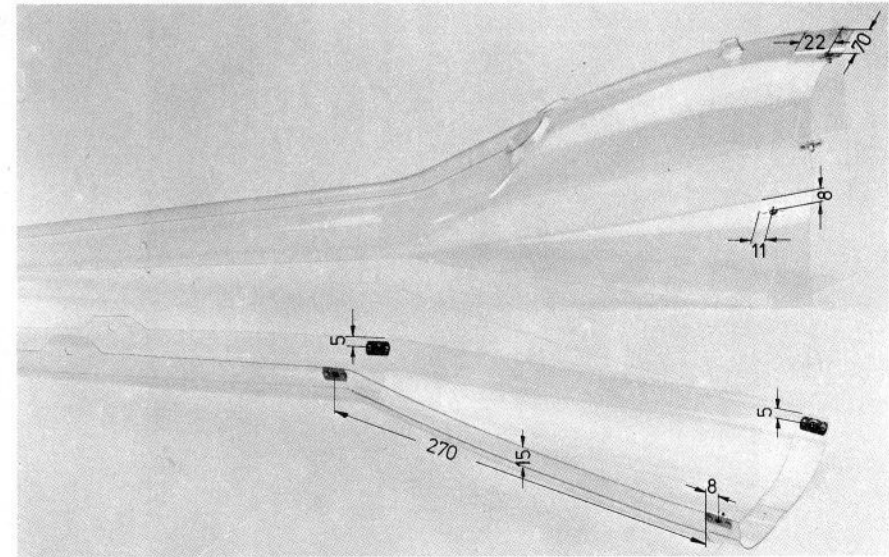

Abb. 13
3,2 mm Ø bohren. Die weitere Befestigung des Heckteils erfolgt mit den Gewindestangen des Höhenruders. An diesen vorgezeichneten Punkten mit 5 mm Ø bohren. Das obere Heckteil wird mit dem Überlappungsfalz unter das Vorderteil geschoben und auf die Gewinde der Schwingmetalle (335) aufgesteckt. Die Gewindestangen (422) werden durch die Bohrungen im Heckteil in den Flansch (421) eingesteckt. Jetzt kann die Hinterkante des Vorderteils 4605/1+2 endgültig so beschnitten werden, daß sie sauber im Falz von 4606/1 liegt. An den in Abb. 13 gezeigten Stellen bringt man nun die 4 zusätzlichen Verschraubungen mit dem Vorderteil an. Die in der Abbildung angegebenen ca. Maße sind in mm. Dazu wird mit 3 mm Ø gleichzeitig durch beide Teile gebohrt. Heckteil wieder abnehmen und die Anschraubmutter auf der Innenseite der Heckverkleidung mit je einer Schraube M 3x6 von der Außenseite her festziehen. Dabei die Muttern etwa waagrecht ausrichten. Diese werden jetzt an das Heckteil angenietet. Dazu mit 2 mm Ø durch die Bohrungen im Flansch der Muttern hindurchbohren. Dann von innen jeweils ein Alu-Niet durchstecken und außen mit einem Seitenschneider so kürzen, daß gerade genug Material für einen Nietkopf übrigbleibt. Mit einem kleinen Hammer möglichst flachklopfen. Das Heckteil (4601/1) wird jetzt wieder am Chassis und Vorderteil befestigt, ohne jedoch die Gewindestangen (422) anzubringen. Die untere Heckverkleidung (4606/2) wird wie folgt angepaßt und montiert: Sie wird mit ihrem seitlichen Falz unter das Oberteil geschoben. Die 5 mm Ø Bohrung am Höhenleitwerk ist nur in ihrer Höhe markiert. Die Position
in Längsrichtung ergibt sich, wenn der vordere Überlappungsfalz von (4606/2) mit dem Vorderteil zusammenpaßt. Auch muß darauf geachtet werden, daß die Mittellinien dieser Teile übereinstimmen. Daraufhin bohren und mit den Gewindestangen (422) festschrauben. Gemäß Abb. 13 müssen an (4606/2) noch 4 Anschraubmuttern angenietet werden. Die vordere dieser Verschraubungen hat die Besonderheit, daß sie alle 3 Teile zusammenfaßt. Beim Bohren wieder auf die genaue Lage, besonders des Unterteils achten. Mit einer Hilfsleiste o.ä., die auf der gegenüberliegenden Seite durch die Fahrwerksöffnung gesteckt wird, kann gehalten werden. Die beiden weiteren Bohrungen folgen.